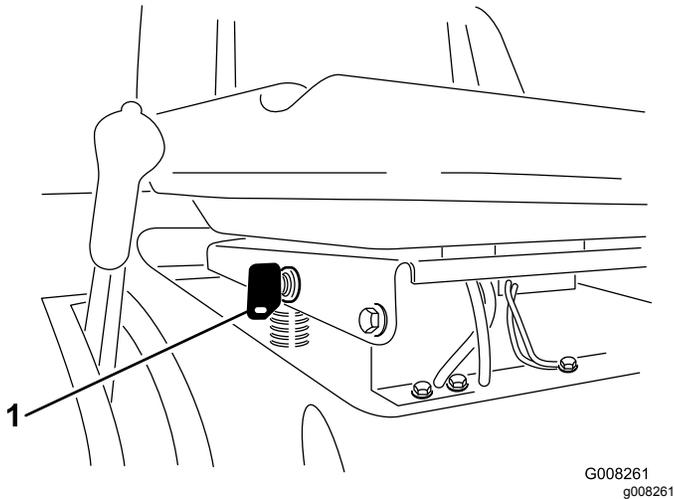

Figura 12
Si necesita utilizar las cuchillas (TDF) en marcha atrás, desactive el sistema de seguridad usando el interruptor KeyChoice que está situado cerca del soporte del asiento (Figura 12).
2. Inserte la llave KeyChoice en el interruptor (Figura 12).